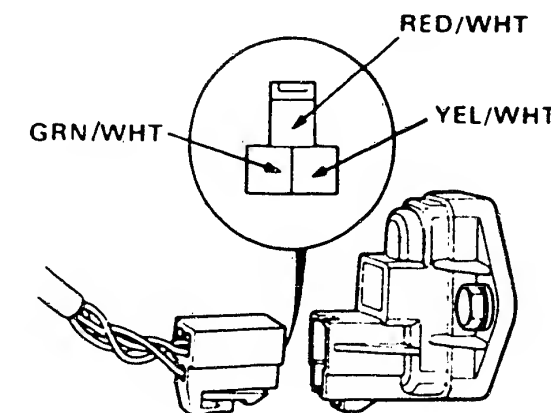

Bild 29 Spannungsprüfungen am abgezogenen Stecker des PA-Sensors.
- Bei vom PA-Sensor abgezogenem Stecker ist die Spannung zwischen YEL/WHT (+) und GRN/WHT (-) zu messen. Ebenso zwischen RED/WHT (+) und GRN/WHT (-) (Bild 29.). Beträgt sie in beiden Fällen 5V, ist der PA-Sensor zu ersetzen. Ergibt die erste Messung (YEL → GRN) ein negatives Resultat, ist auch die Spannung zwischen YEL/WHT (+) und Fahrzeugmasse zu prüfen. Beträgt sie ca. 5V, ist eine Unterbrechung zwischen ECU (C12) und Sensor vorhanden. Ergibt die Messung kein Resultat, liegt die Unterbrechung zwischen ECU (C13) und dem Sensor. Auch die Verbindung C9 → PA-Sensor ist zu prüfen.